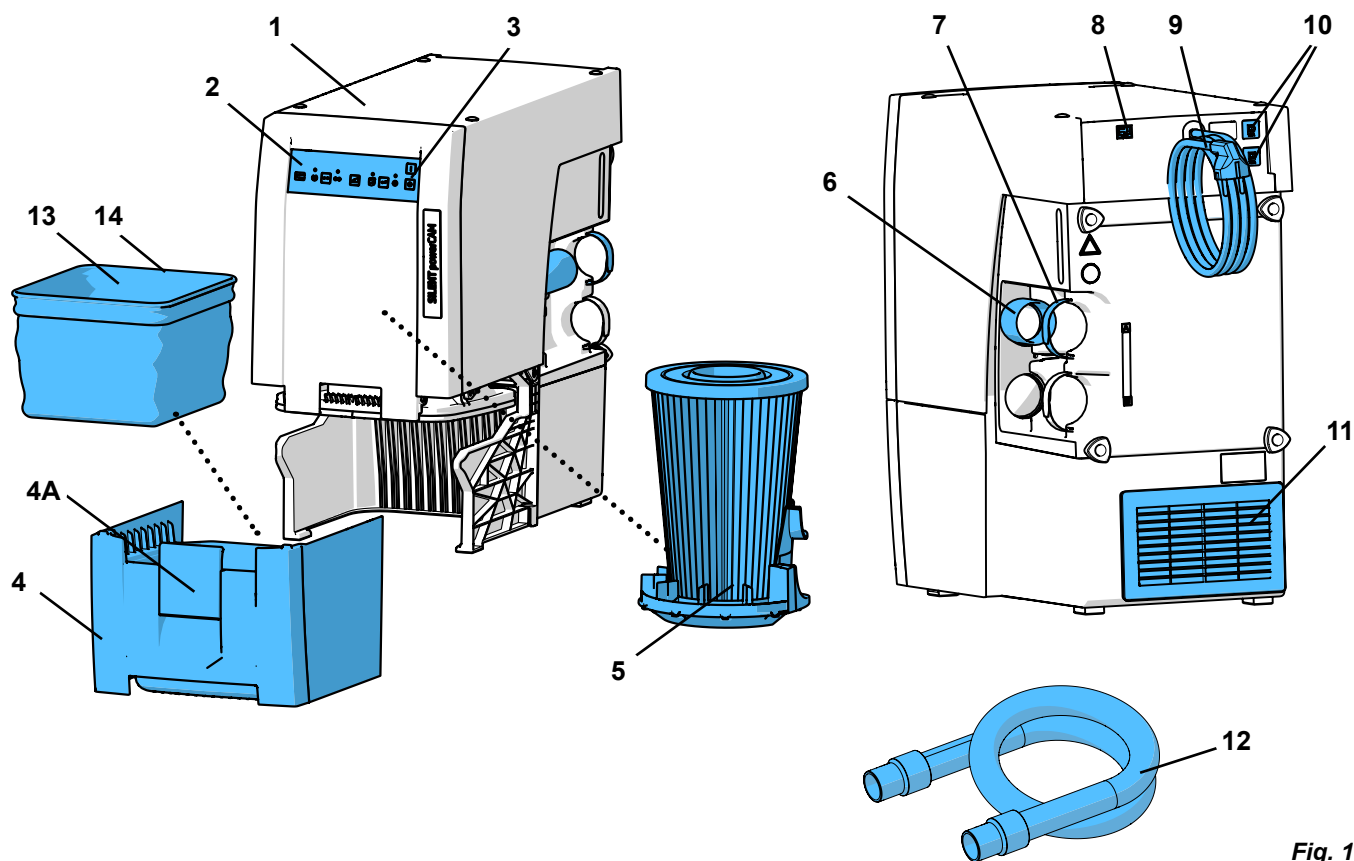

Fig. 1
- la salida de aire (11, Fig. 1) no cuente con ninguna obstrucción.
- Abertura en la pared posterior del armario, mín. 250 x 120 mm, directamente enfrente de la salida de aire de escape (11, Fig. 1).
- Retirar la pared posterior del armario (C), distancia de la pared posterior del armario a la pared mín. 50 mm.
- ⇒ Desenrollar el cable de alimentación (9, Fig. 1) y enchufar la clavija de alimentación en la toma de corriente de la instalación del edificio.